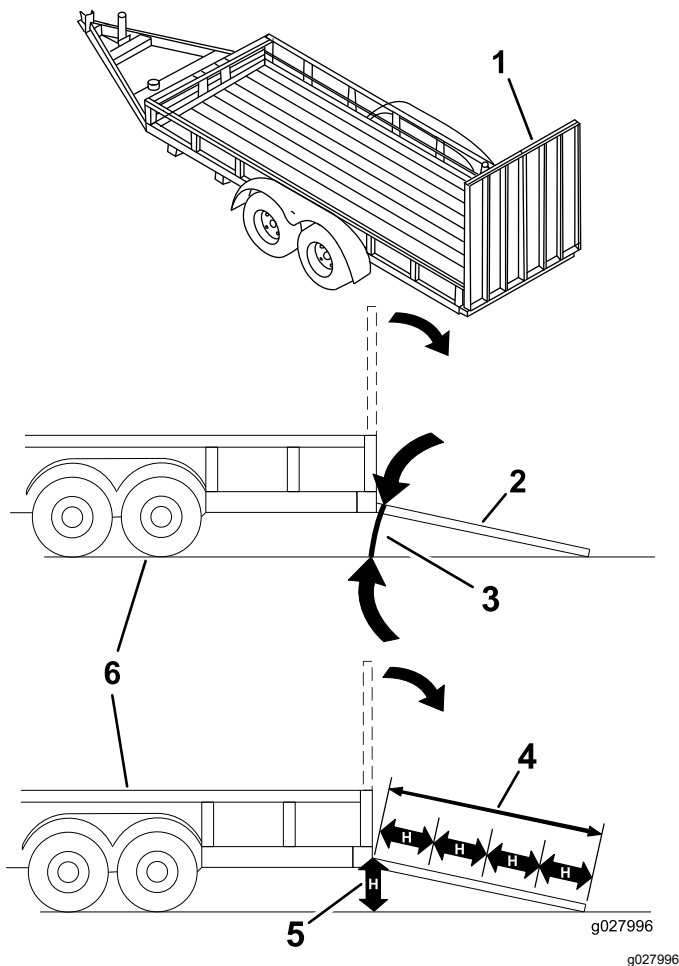

Figura 39
Quando si carica la macchina su un trailer o un autocarro si aumenta il rischio di ribaltamento, che può causare gravi ferite ed anche la morte (Figura 39).
1. Abbassate la rampa, assicurandovi che l'angolazione tra la rampa e il terreno non superi 15 gradi (Figura 39).